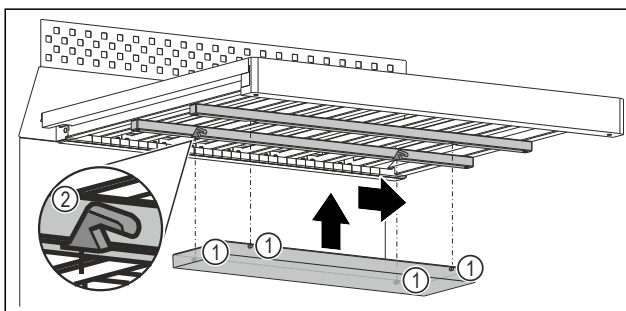

Fig. 159 Ilustrační zobrazení
- Každý kolík Fig. 159 (1) zasuňte do odpovídajícího vybrání Fig. 159 (2) v listách pod dřevěným roštem.